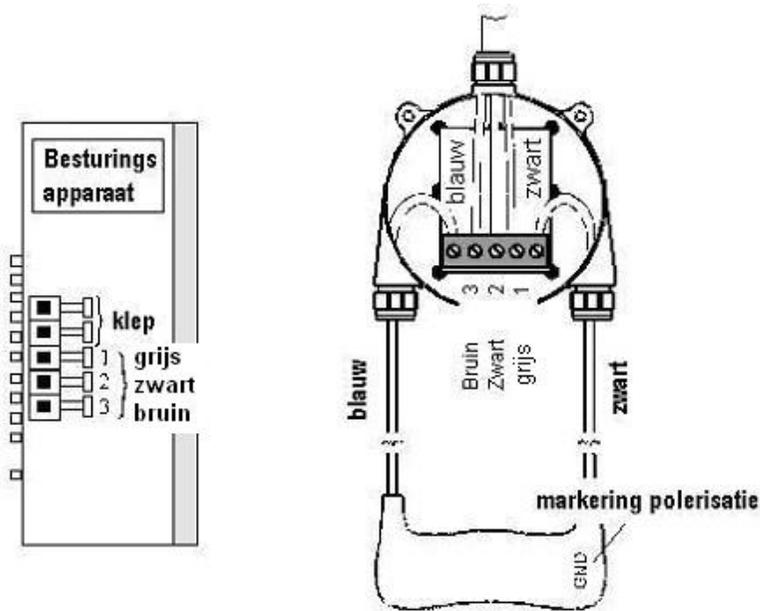

Figure 2 Schéma de connexion du câble du capteur et de l'appareil de commande.
Le câble de commande du capteur de niveau (gris à 3 âmes) est connecté aux bornes "1,2,3" (respecter l'ordre exact !) (voir figure 2).
7. Connectez le câble du capteur aux positions extérieures du bloc des bornes (Figure 2). Veillez à la polarité dans ce contexte (indication GND sur le composant du capteur).
8. Connectez le câble de commande dans le bon ordre (Figure 2).
Lors de la connexion des câbles à l'appareil de commande, il faut veiller à ce que les couleurs exactes soient connectées aux bornes appropriées (**schéma de connexion Figure 2**). Si les connexions sont inversées, l'indication du niveau saute sur 100% ou sur remplissage ("Trinkwasser"). L'appareil est alors impossible à régler. Le câble de commande à 3 âmes est connecté aux bornes 1,2,3 de l'appareil de commande. Pour ce faire, la bande de bornes est enfoncée au moyen d'un tournevis. Le câble peut alors être introduit par là; en relâchant l'étrier, le câble est automatiquement serré.